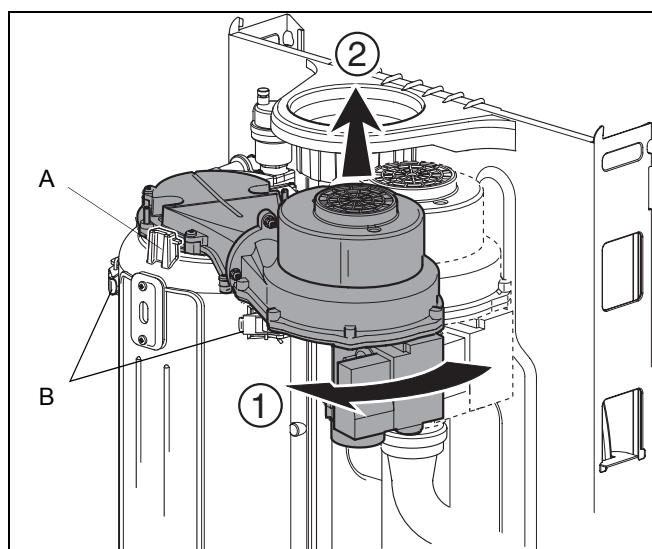

Fig. 39 Îndepărtarea unității de preamestec gaz/aer și a arzătorului
Unitatea de preamestec gaz/aer poate fi demontată numai după ce ați efectuat un sfert de rotație în față (Fig. 39, Poz. A) și după aceea ați ridicat în sus.
- Se verifică etanșeitatea racordului dintre ventilator și arzător (Fig. 39, Poz. A).